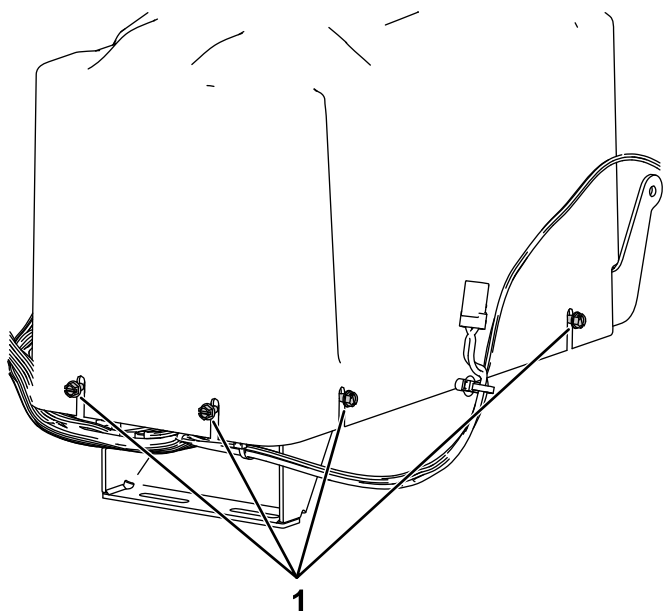

Figura 7
2. Allentate le 8 viti che fissano il coperchio della batteria e rimuovetelo (Figura 7).